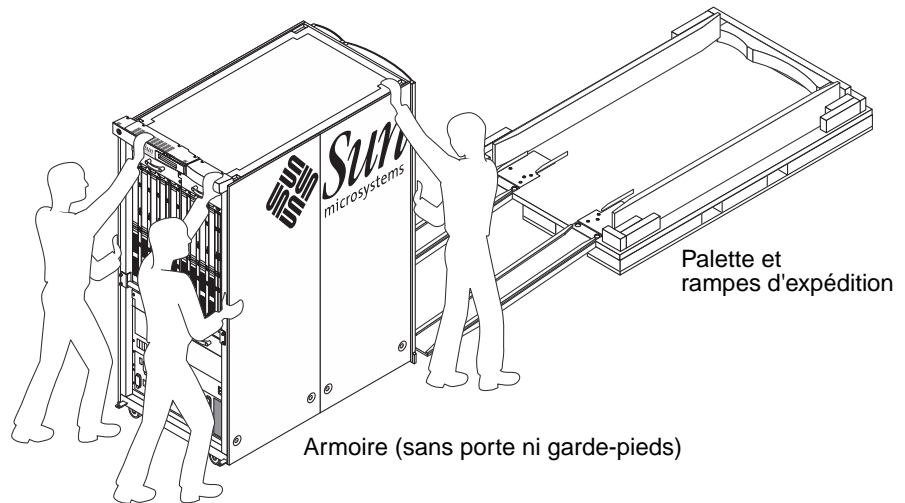

FIGURE 6-3 Rampes installées sur le plancher de la palette
b. Alignez les roues de l'armoire sur le côté avant des rampes (FIGURE 6-3).